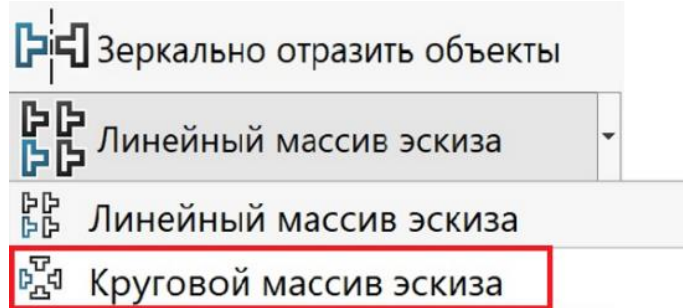

Рис. 18
8. Вибираємо **Круговий масив ескизу** (рис. 18). Виділяємо елементи, які необхідно відобразити в масиві. Задаємо кількість елементів. Обов'язково треба вказати на контур кола по якому будується круговий масив. Впевнюємось, що все вірно та створюємо масив (рисунок 19-21).